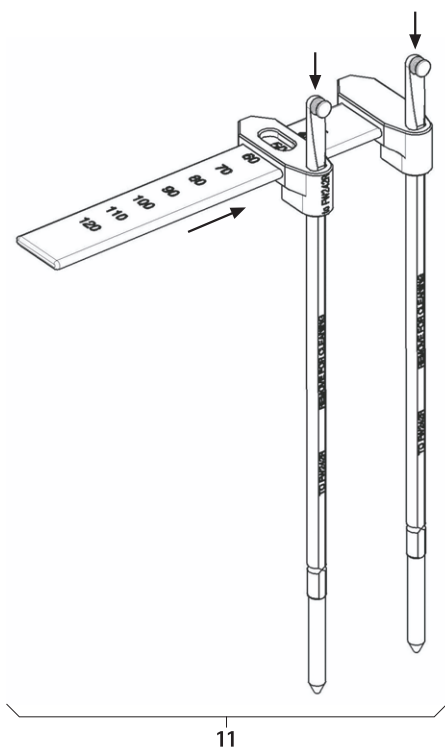

Fig. 16
- Montare il misuratore lunghezza barre 11, vedere Fig. 16.